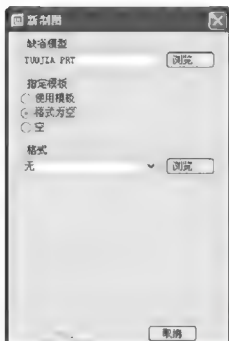

图 10.2 【新制图】对话框
(1) 在【新制图】对话框的【指定模板】区域中选择【格式为空】单选按钮,则弹出如图 10.2 所示的【新制图】对话框。在【格式】选项区域中单击【浏览...】按钮,打开图纸模板文件(文件扩展名为*.frm),选择用户已经设置好的图纸模板文件名,调入用户自己的图纸模板。然后选择已存在的零(组)件文件,则系统将为选择的零(组)件建立工程图。使用带格式的空模板,系统只生成图框、标题栏等,二维工程图的投影方式由用户确定。